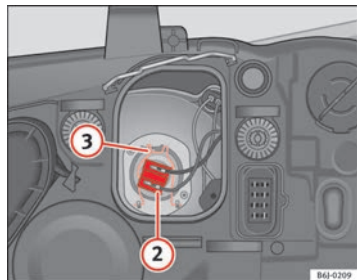

Fig. 137 Luz de cruce
- Extraiga el conector ⇒ fig. 137 (2) de la lámpara.
- Desenganche el resorte retentor ⇒ fig. 137 (3) presionándolo hacia dentro y a la derecha.